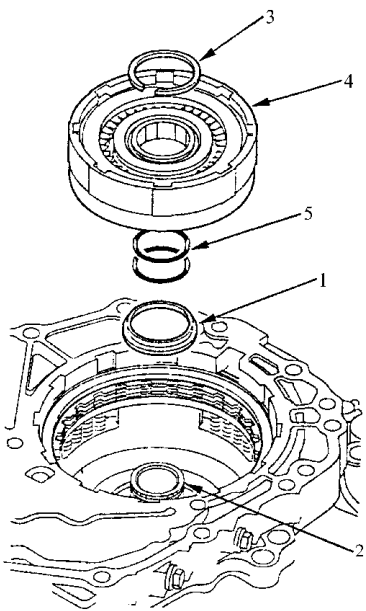

图 5-129 安装卡环座圈
- 20) 如图 5-129 所示，将卡环座圈安装到主动带轮轴上。